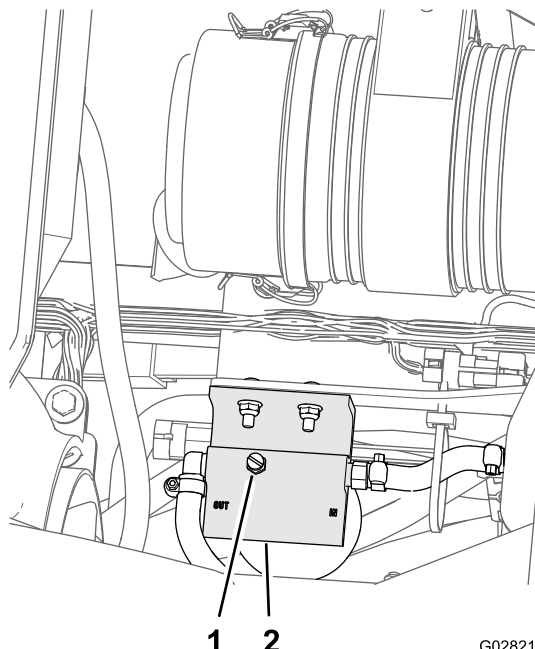

Рисунок 79
5. Ослабьте вентиляционную пробку в верхней части водоотделителя топливной системы (Рисунок 79).
- Затяните вентиляционную пробку и поверните замок зажигания в положение Выкл. (Рисунок 79).